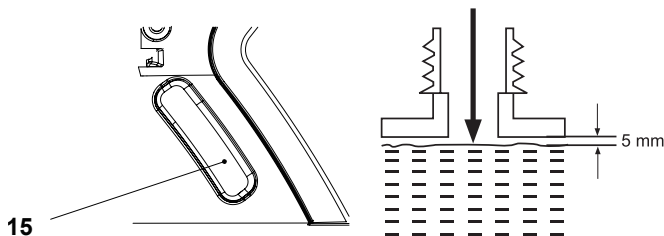

Fig. 10
4. Não encher o óleo abaixo da janela de nível de óleo (15), mas também não encher demasiado ou deixar aproximadamente 5 mm de espaço entre o topo do óleo e a borda interior do tanque para permitir a expansão (Fig. 10).
5. Verificar a janela de nível de óleo (15) antes do arranque e regularmente durante o funcionamento. Reencher o óleo quando o nível de óleo estiver próximo do fundo da janela de nível de óleo (15) (Fig. 10).
6. Limpar o lubrificante derramado com um pano macio e voltar a colocar a tampa do tanque de óleo (2).